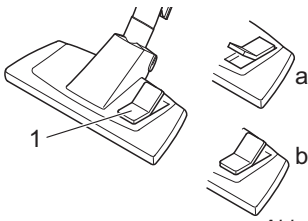

Abb. 13
5. Stellen Sie je nach Bodenbelag den Umschalter Teppich/Hartboden (Abb. 13/1) ein:
- **Hartboden (Abb. 13/a)**
- **Teppich (Abb. 13/b)**